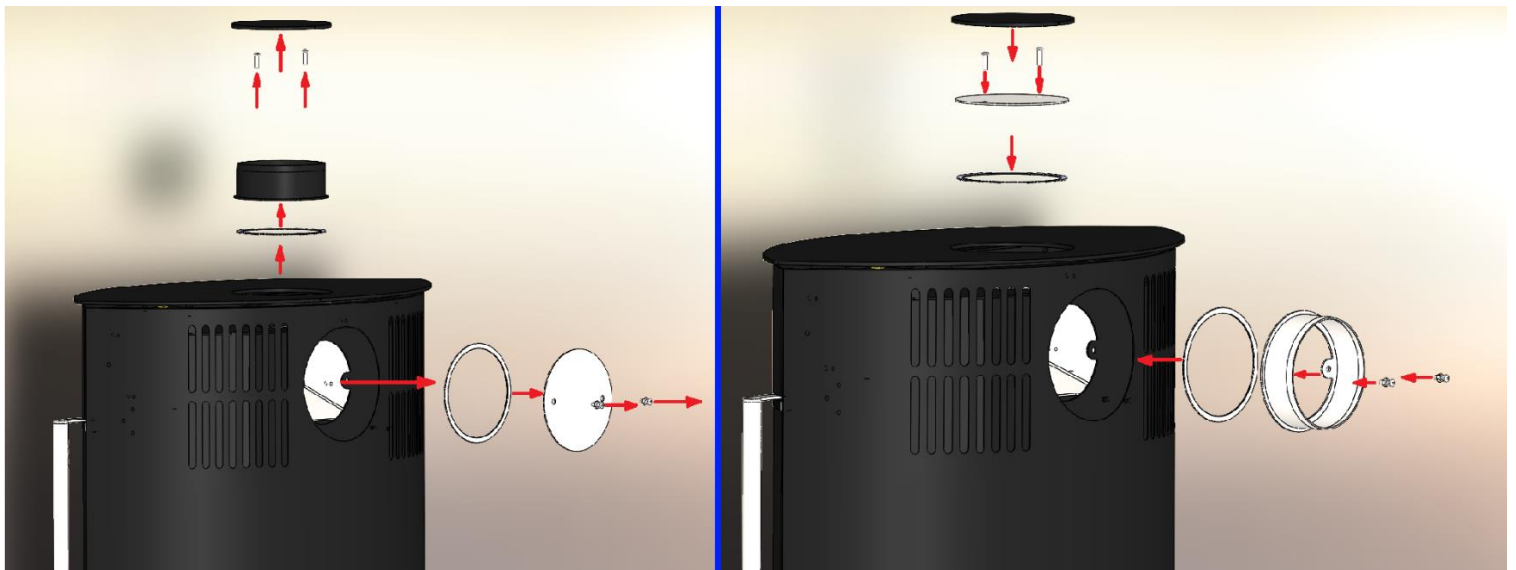

Figura 2 Înlocuirea racordului conductei de fum și a capacului conductei de fum
3. Figura 2 Înlocuirea racordului conductei de fum și a capacului	Pagină 5